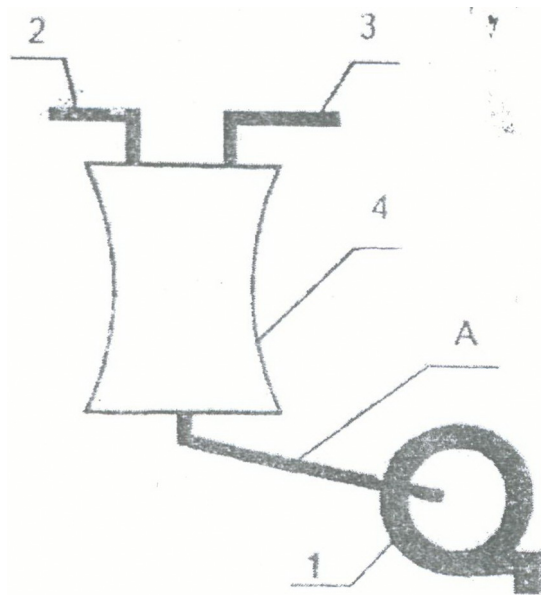
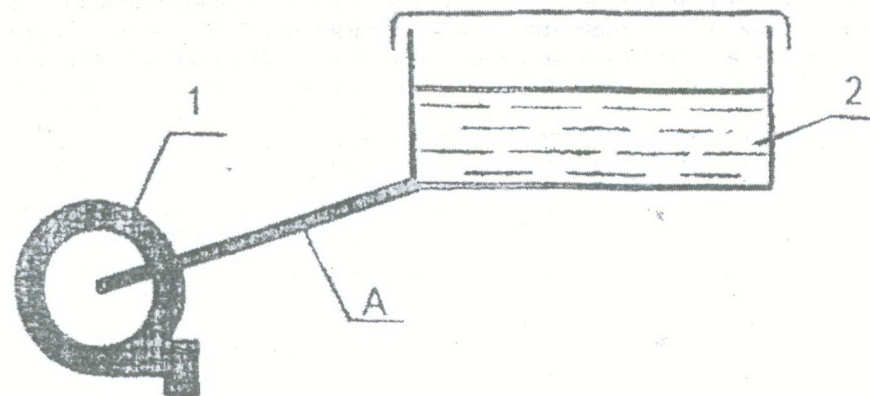

Рис. 5 - Схема установки насоса для откачивания жидкости из вакуумированной емкости
Рис. 6 - Схема установки насоса для перекачивания жидкости из емкости, находящейся под атмосферным давлением
3.3 Насос обеспечивает откачивание молока из вакуумированной молочной системы доильной установки (см. рис. 5) и открытой емкости (см. рис. 6).
5.2 Насос установить и закрепить на кронштейне или полу в горизонтальном положении обращенным вниз основанием электродвигателя. Центр оси насоса должен находиться на одном уровне или ниже центра сливного патрубка емкости, из которой происходит откачивание жидкости. Схемы установки насоса показаны на рис. 5 и 6.